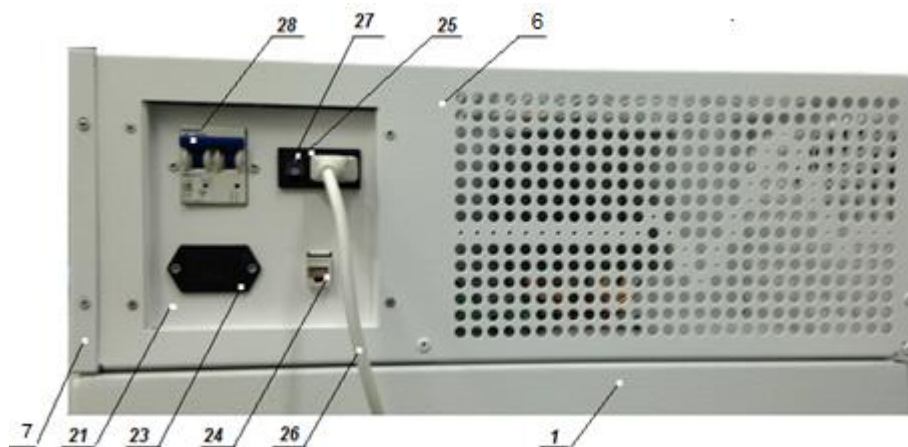

Рис.4. Панель управления электропитанием изделия
4.4 На правой боковой стороне кожуха (6) блока электроники (рис.4) данных моделей, размещена панель (21) с элементами управления электропитанием изделия.